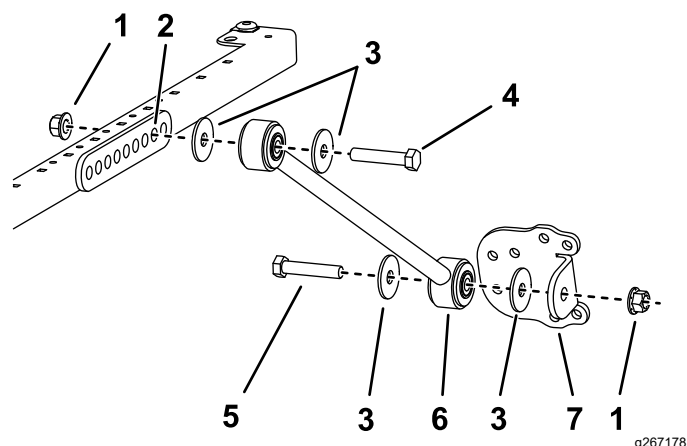

Figura 31
- Para os modelos 30446, 30446N, 30447 e 30447N em cada lado da estrutura do toldo, monte sem apertar completamente uma cinta no **segundo** furo do suporte de cinta com um parafuso ($\frac{1}{2}$ pol. x $2\frac{1}{2}$ pol.), anilha ($\frac{1}{2}$ pol.) e porca flangeada ($\frac{1}{2}$ pol.), como se mostra na Figura 31.